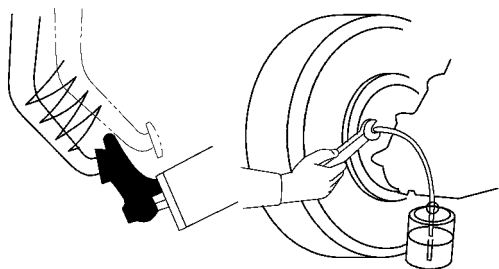

图 15-16 将塑料管的另一端插入装满一半制动液的容器中
(3) 将乙烯塑料管连接到车轮制动分泵的放气塞上。将塑料管的另一端插入装满一半制动液的容器中,如图 15-16 所示。